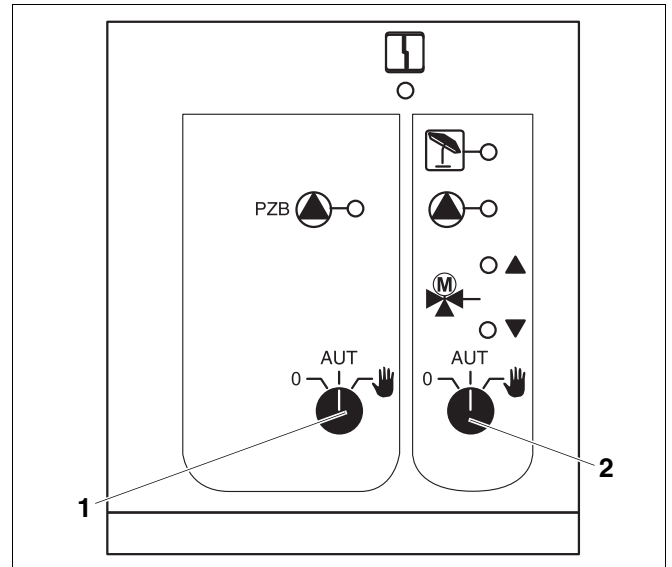

Fig. 22 Modulo centrale ZM 433
Interruttore manuale pompa di alimentazione (fig. 22, pos. 1)
Interruttore manuale per il circuito riscaldamento 0 (fig. 22, pos. 2)